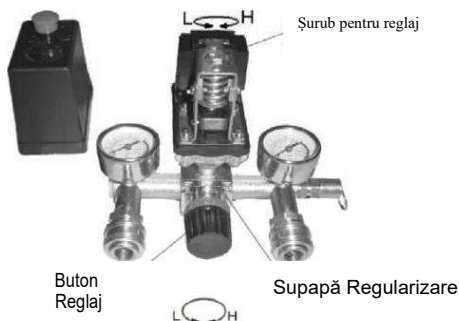

Fig.3
- 1) Compresorul este controlat de comutatorul pentru presiune în timpul funcționării normale. Se oprește automat dacă presiunea atinge maximum și repornește dacă presiunea scade la minim. Presiunea nominală a fost reglată la fabricație, a nu se modifica. După oprirea motorului, aerul comprimat din conducta de evacuare trebuie eliberat prin supapa de descărcare de sub comutator. Aceasta este o condiție necesară pentru repornire, altfel motorul se va defecta. Presiunea nominală poate fi reglată rotind șurubul de reglaj al comutatorului (Fig.3).
- 2) Presiunea de ieșire a aerului comprimat poate fi reglată cu supapa de regularizare. Trageți butonul supapei de regularizare și rotiți-l în sens orar sau antiorar pentru a crește sau reduce presiunea (Fig.3).